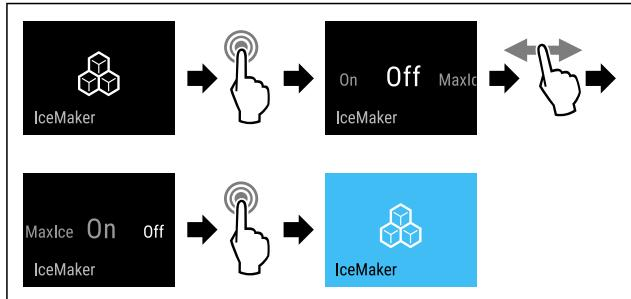

Fig. 16
- Izvedite zahtevane korake (glejte Fig. 16).